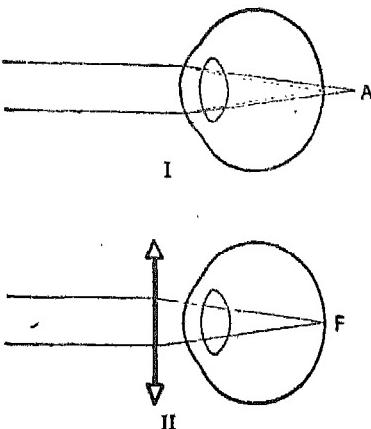

Fig. 6. — L'hypermetropie et sa correction.
b) Les hypermétropes ont des yeux *trop courts* : ils voient mal les objets rapprochés (fig. 6).